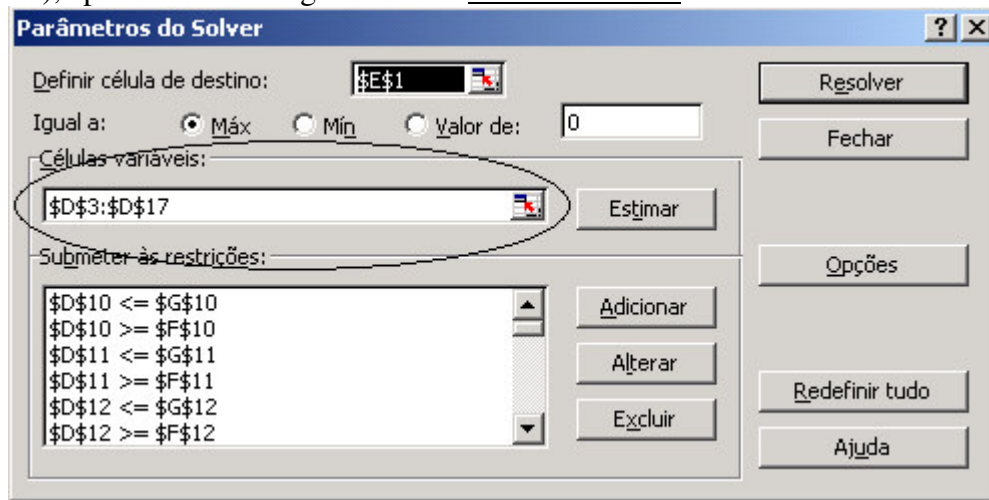

FIGURA 6 - As variáveis de decisão
- Variáveis de decisão: os produtos e seus respectivos sabores (total de 15 variáveis de decisão), apresentados na figura 6 como células variáveis: